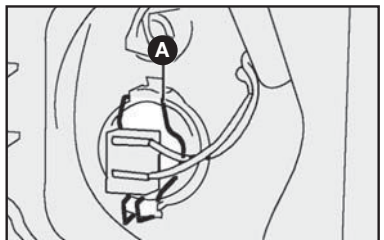

fig. 15
3) quitar el portalámparas presionando las presillas **A-fig. 15** abriendolas lateralmente;